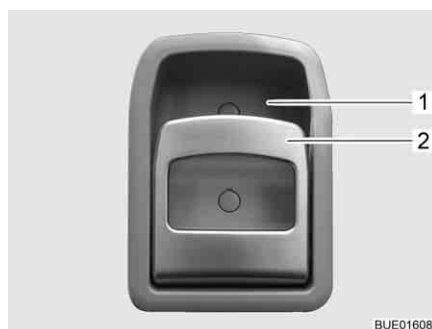

Bild 42 Türschloss Eingangstür, innen
- Am Griff (Bild 42,2) ziehen. Das Türschloss wird entriegelt bzw. geöffnet.
- Griff (Bild 42,2) oben in Richtung Griffschale (Bild 42,1) drücken. Das Türschloss wird verriegelt.